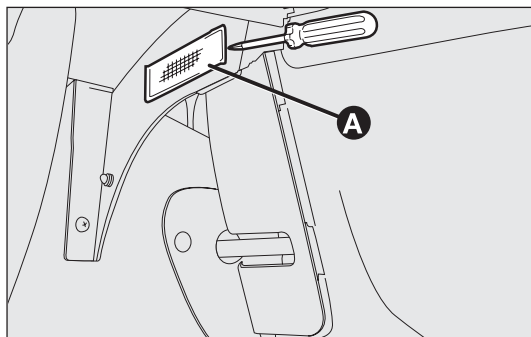

fig. 163
- à l'aide du tournevis fourni, extraire le plafonnier A-fig. 163 en agissant sur le point indiqué par la flèche.